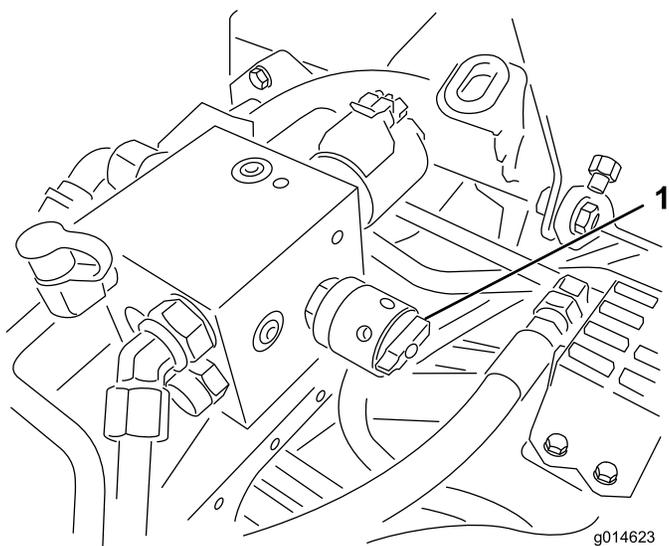

Рисунок 39
4. Для настройки частоты вращения барабана поворачивайте ручку управления (Рисунок 39), пока стрелка указателя не совпадут с цифрой нужной настройки.